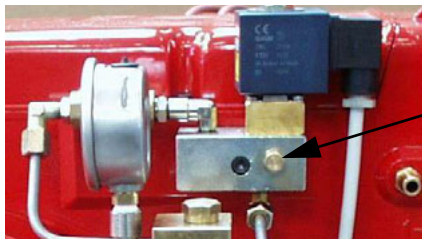
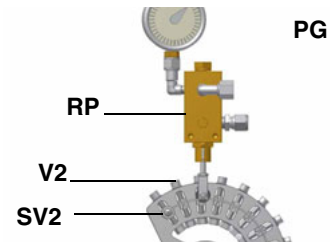

Рис. 38
Рис. 39
- 9 Давление питания форсунки уже отрегулировано заранее на заводе-изготовителе и не должно изменяться. Только в случае необходимости, отрегулировать давление питания (см. соответствующий параграф) следующим образом: установить манометр в положение, указанное на Рис. 38, воздействовать на регулировочный винт VR насоса (см. Рис. 39)
- 10 для получения максимального расхода дизельного топлива регулировать давление (считывая значения на манометре PG), не изменяя при этом, уже отрегулированный, во время настройки работы на газе, расход воздуха (см. предыдущий параграф): все время проверяя параметры продуктов сгорания, воздействовать на винт варьируемого сектора, соответствующий жидкому топливу **SV2** (см. Рис. 39), но по достижении положения большого пламени.